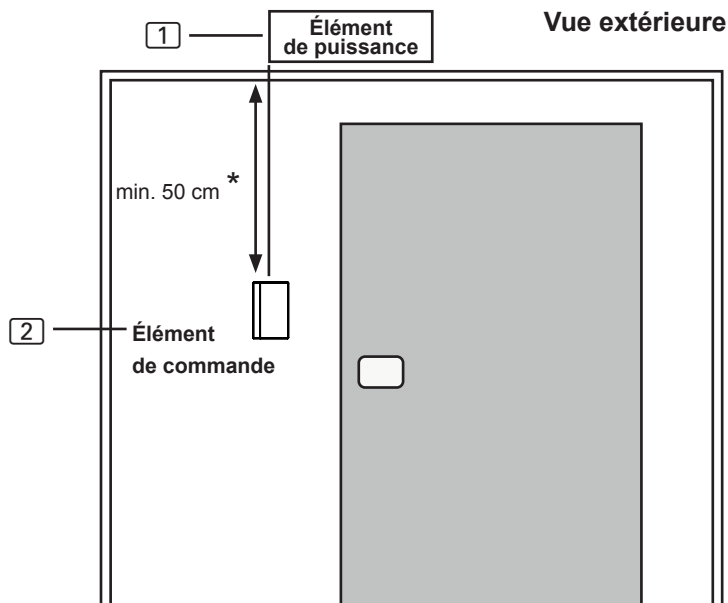

Fig. 4 Position de l'élément de commande
L'élément de commande [2] est monté sur la paroi de la cabine à une distance maximale de 10 mètres de l'élément de puissance [1] (voir Fig. 4).
* Lors du montage dans la cabine de sauna, respectez une distance d'au moins 50 cm par rapport au plafond de la cabine (voir Fig. 4).